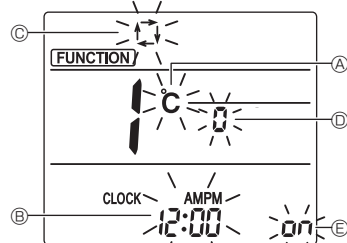

Fig. 5-15
L'écran Réglage de l'affichage s'affiche. (Fig. 5-15)
5.13.2. Changement de l'unité de température (Fig. 5-15 (A))
- Appuyez sur la touche **TEMP** ⑤.
5.13.3. Changement de l'affichage de l'heure (Fig. 5-15 (B))
- Appuyez sur la touche **TIME** ⑥.
5.13.4. Changement du mode AUTO (Fig. 5-15 (C))
- Appuyez sur la touche **—** ⑦.
5.13.5. Changement du n° de paire (Fig. 5-15 (D))
- Appuyez sur la touche **↑** ④.